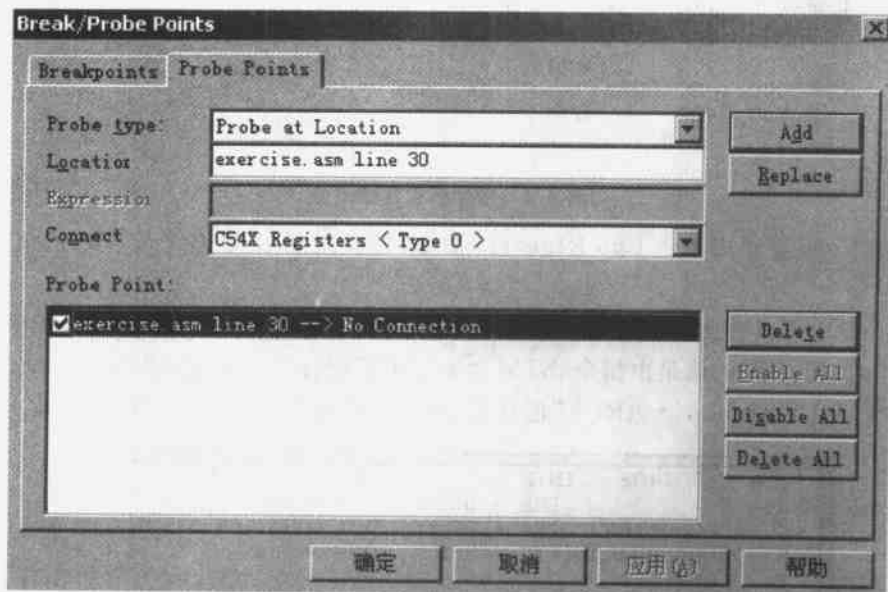

图 6.2 探测点设置窗口
也可以在 Debug 菜单上单击 Probe Points 命令,会弹出如图 6.2 所示的探测点设置窗口。可以在探测点设置窗口中设置、删除和连接探测点。
(2) 在 Debug 菜单上单击 Probe Points 命令,在弹出如图 6.2 所示的窗口中建立连接。从 Connect 栏中选择 C54X Registers <Type0> 选项,然后单击“确定”按钮,连接建立完成后,即可在设置好探测点和断点的情况下观察 CPU 寄存器的值。